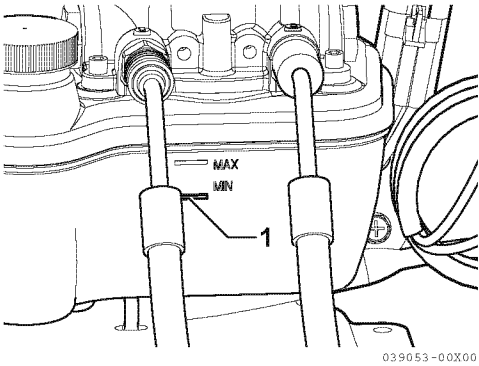

Figura 5
3. El nivel de aceite es bajo si se encuentra debajo de la línea MIN (1, **Figura 5**) del depósito. Llene con el líquido especificado, según sea necesario. Ver *Llene con líquido de la bomba del compensador de potencia en la página 28*.